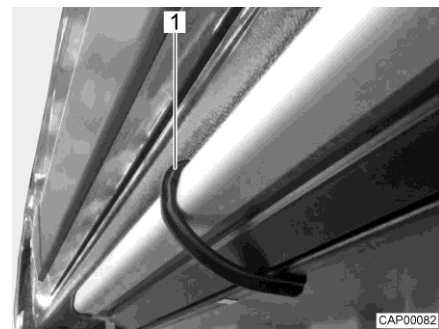

Bild 5 Klämma (fotsteg)
- Säkra fotsteget mot utglidning med klämman (Bild 5,1).